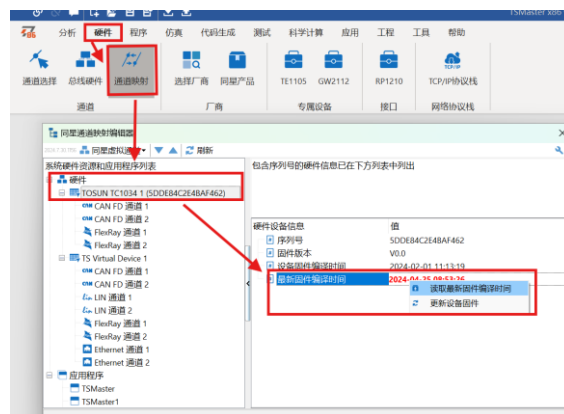

图 1-总线固件图
->右键点击最新固件编译时间->读取最新固件编译时间若该时间与固件编译时间不同且时间晚于上方设备固件编译时间->请再次右键最新固件编译时间点击更新设备固件（详见图 1-总线固件图）